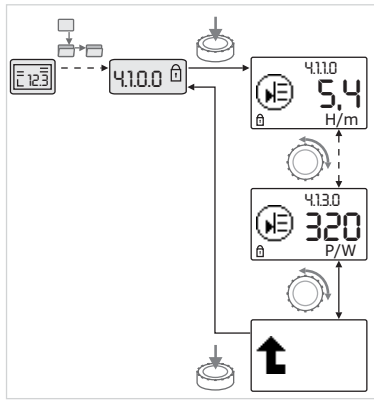

Fig. 40: Activar informações
- Ao rodar o botão branco, pode comandar-se elementos de menu do tipo “Informação” do submenu actual (ver fig. 40). A explicação das regulações representadas pelos símbolos encontra-se na tabela do capítulo 8.7 “Elementos de menu de referência” na página 287.